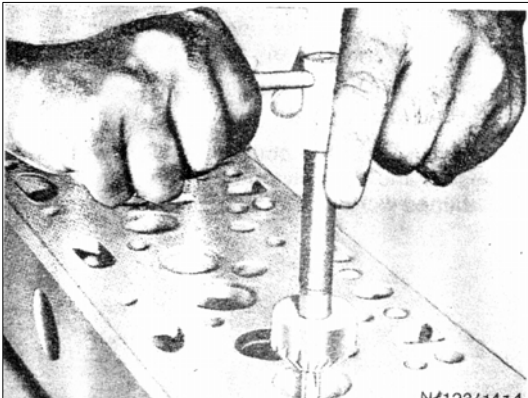

РИС. 79
- 4) Обработайте седла клапана 45°-зенкером для впускных и выпускных вставок (рис.79).